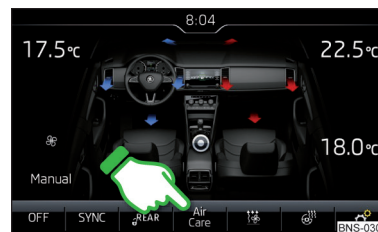

Fig. 166
- Pour **activer/désactiver**, appuyez sur la touche **MENU** sur la pièce de commande Climatronic, puis sur la touche de fonction **Air Care** → **activé** sur l'Infodivertissement » fig. 166.